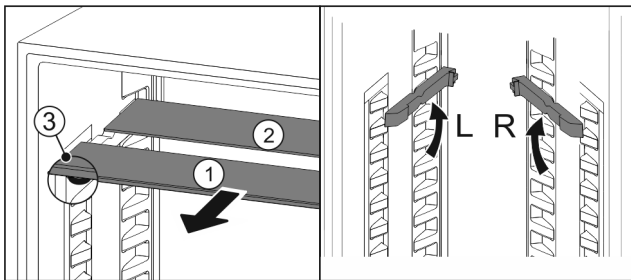

Fig. 112
► 将玻璃隔板逐个向前拉出 Fig. 112 (1)。
▷ 带装饰条的玻璃隔板 Fig. 112 (1)在前。
▷ 阻挡装置 Fig. 112 (3)指向下方。